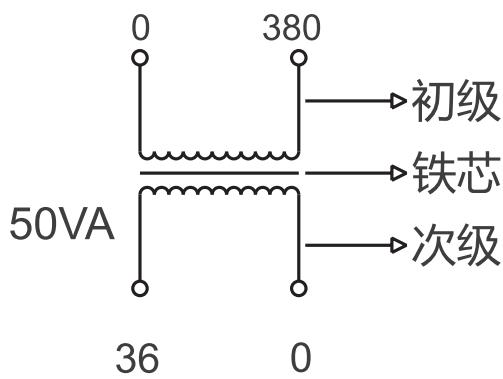
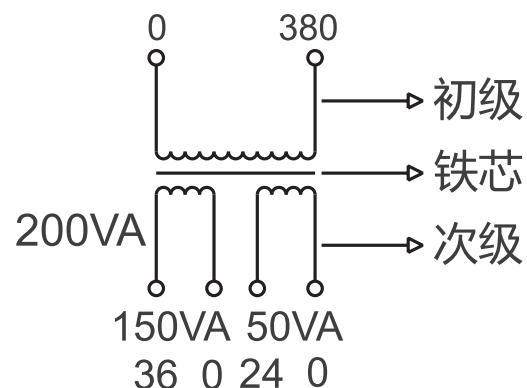
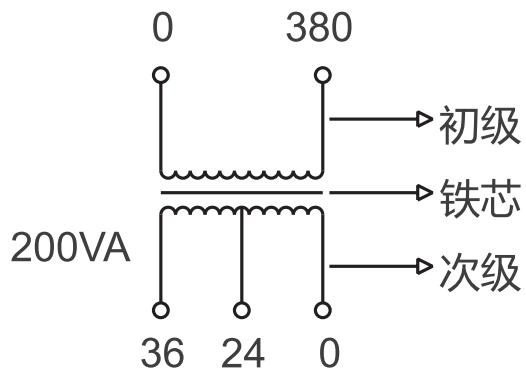
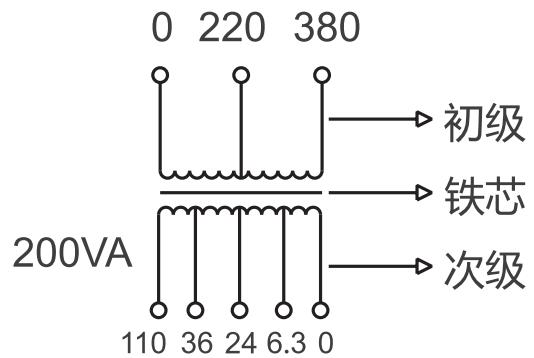

图1 单独绕组
图2 分开绕组
图3 混合绕组
图4 连续式中间带抽头绕组
3.2.2 本系列变压器的线圈，当初次级只有一个绕组时，可担负全部额定的容量；若有两个以上绕组时，则按各绕组应能承担的容量分配；但各绕组的容量之和不得超过总容量，见图1、图2、图3、图4。
3.2.3.1 例如图1 , JMB、BJZ、DG、BZ-50型 , 容量50VA , 输入电压380V , 输出电压380V , 输出电压36V。因为初、次级只有一个绕组,所以它可以担负全部容量50VA。
3.2.3.2 例如图2 , JMB、BJZ、DG、BZ-200型 , 容量200VA , 输入电压380V , 输出电压36V、容量150VA , 输出电压24V、容量50VA。因为图中初级只有一个绕组 , 所以它所承担的容量是额定容量200VA ; 次级有两个分开的单独绕组 , 而且各绕组容量已标明 , 所以它们各自承担容量 , 但总量之和200VA。
3.2.3.3 例如图3 , JMB、BJZ、DG、BZ-200型 , 容量200VA , 输入电压380V , 输出电压36V、24V。因为图中初级只有一个绕组 , 所以它所承担的容量是额定容量200VA , 次级中有中间抽头 , 所以次级的最高电压36伏单独使用时 , 才能带200VA的负载。24V则不能带200VA的负载 , 只能带133VA的负载。因为次级总电流 $I = Pe/U = 200VA/36V = 5.55A$ 所以单独使用24V时的容量=
3.2.3.4 例如图4，JMB、BJZ、DG、BZ-200型，容量200VA，输入电压380V、220V，输出电压110V、36V、24V、6.3V。从图4中我们可以看出：初、次级绕组中都有中间抽头。次级的最大使用电流 $I = Pe/U = 200VA/380V = 0.526A$ 所以无论使用220V或是380V时，其电流不能超过0.526A；即使用380V时，该变压器的容量是200VA，使用220V时，该变压器的最大容量是： $200VA / 380V \times 220V = 116VA$ 所以这时220VA的变压器则成了116VA的变压器了；同时次级容量也随之减小到116VA，次级的最大使用电流取决于初级的使用情况。如果初级接380V的电压上，此时的变压器容量是200VA，所以次级电流应为 $I = Pe/U = 200VA / 110V = 1.8A$ 单独使用110V时，容量则为 $110V \times 1.8A = 200VA$
- 6.1 购买前，先估算好您所使用的电器总容量，参考图1~图4的结构，选用留有一定容量的变压器，确保瞬时起动时不烧
8.1 变压器的型号、规格、容量、初、次级电压及次级电压的容量分配或参考图1-图4的举例来选择适合您自己的产品。